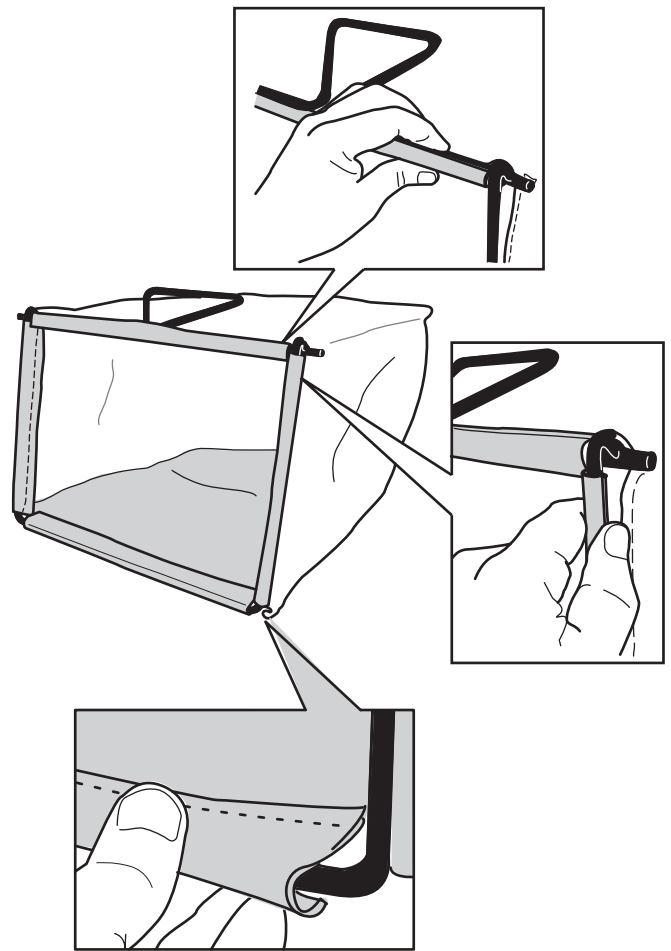

**Figuur 7**
1. Schuif de grasvanger over het frame; zie Figuur 7.
**Opmerking:** Schuif de grasvanger niet over de handgreep (Figuur 7).